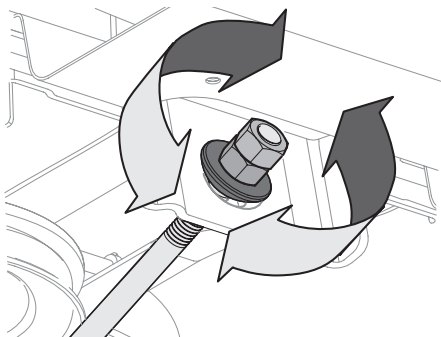

Figura 26
4. Para **elevar** el frente de la plataforma, afloje la tuerca exterior y luego apriete (rosca hacia adentro) la tuerca interior contra el soporte de suspensión delantera. Consulte la Figura 26. Cuando se logre el torque correcto, vuelva a apretar la tuerca exterior hasta 25-30 pies-libras (34-41 N-m).
5. Para **bajar** el frente de la plataforma, afloje la tuerca exterior y luego afloje (rosca hacia afuera) la tuerca interior, alejándola del soporte de suspensión delantera. Consulte la Figura 26. Cuando se logra el ajuste correcto, vuelva a apretar la tuerca exterior.